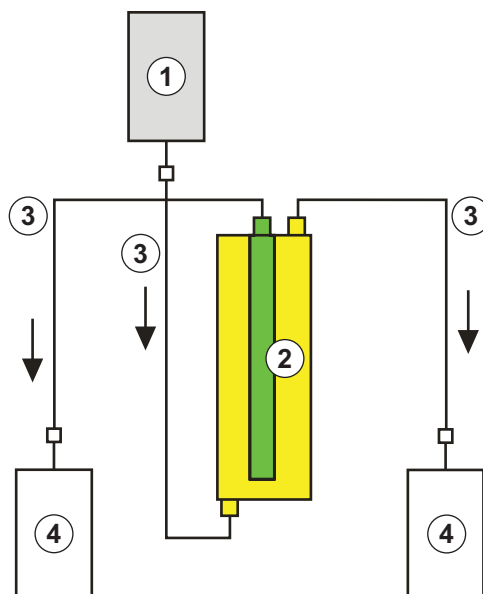

Рис. 6-2 Установка для промывки фильтра преципитата
Материалы: см. условные обозначения к Рис. 6-2
2. Подключить оставшиеся соединительные линии и сливные мешки, как показано на Рис. 6-2, к верхнему отверстию фильтра со стороны преципитата, и зажать магистраль со стороны плазмы.